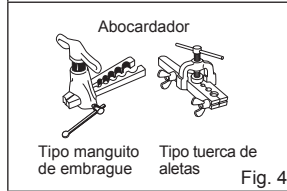

Fig. 4
- 4) Labores de abocardamiento (Fig. 4, 5). Sujete firmemente el tubo de cobre de la dimensión que se muestra en la tabla. Seleccione la medida A en la tabla de acuerdo con la herramienta seleccionada.